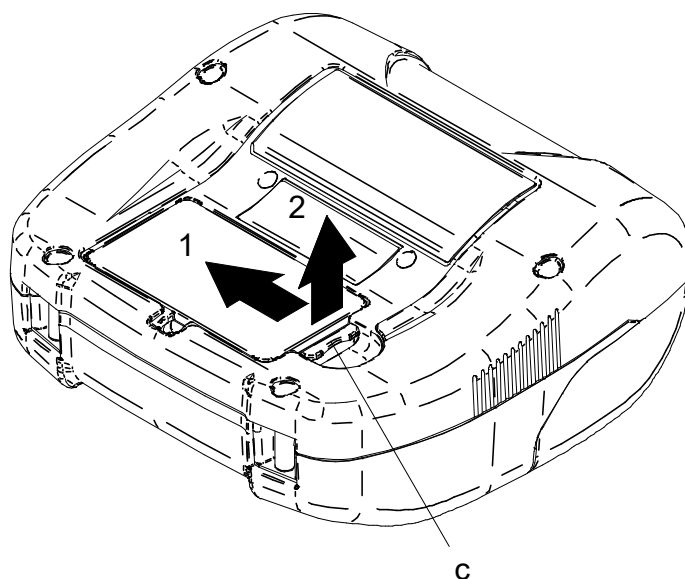

図 8-4 バッテリーパックの取り外し
- ① プリンタの電源を切ってください。
- ② 図 8-4の矢印1の方向に、バッテリーパックのレバーc部を押しながら、矢印2の方向に引き上げてください。